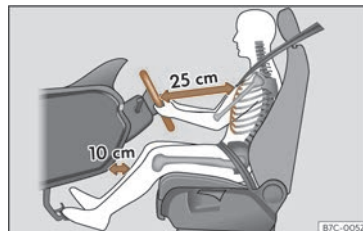

Fig. 2 La separació correcta entre el conductor i el volant ha de ser de 25 cm com a mínim (10 polzades).
- Ajusteu el volant de manera que quedi a una distància, d'almenys, 25 cm (10 polzades) de l'estern»» **fig. 2** i el pugueu subjectar amb les dues mans pels costats, per la part exterior, amb els braços lleugerament flexionats.
- Ajusteu longitudinalment el seient de manera que pugueu trepitjar a fons els pedals amb els genolls lleugerament flexionats i que quedi una distància entre la zona dels genolls i el tauler d'instruments d'almenys 10 cm (4 polzades)»» **fig. 2**.